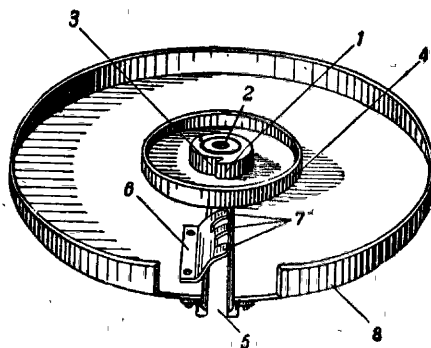
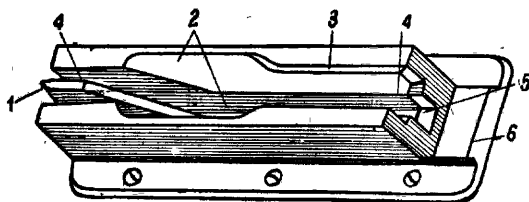

Рис. 32. Нижний диск магазина:
Рис. 33. Приёмник:
**Нижний диск** (рис. 32) является дном магазина. Снаружи он имеет приёмник (рис. 33) для удержания патрона на уровне досылателя затвора и направления его в патронник; зацеп для присоединения магазина к пулемёту; задержку верхнего диска для предупреждения перекашивания верхнего диска.